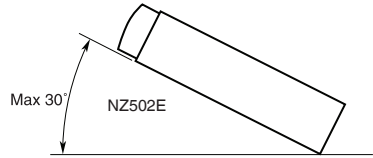

Abbildung 3
3. Der Einbauwinkel des Geräts darf höchstens 30° betragen. (Abbildung 3)